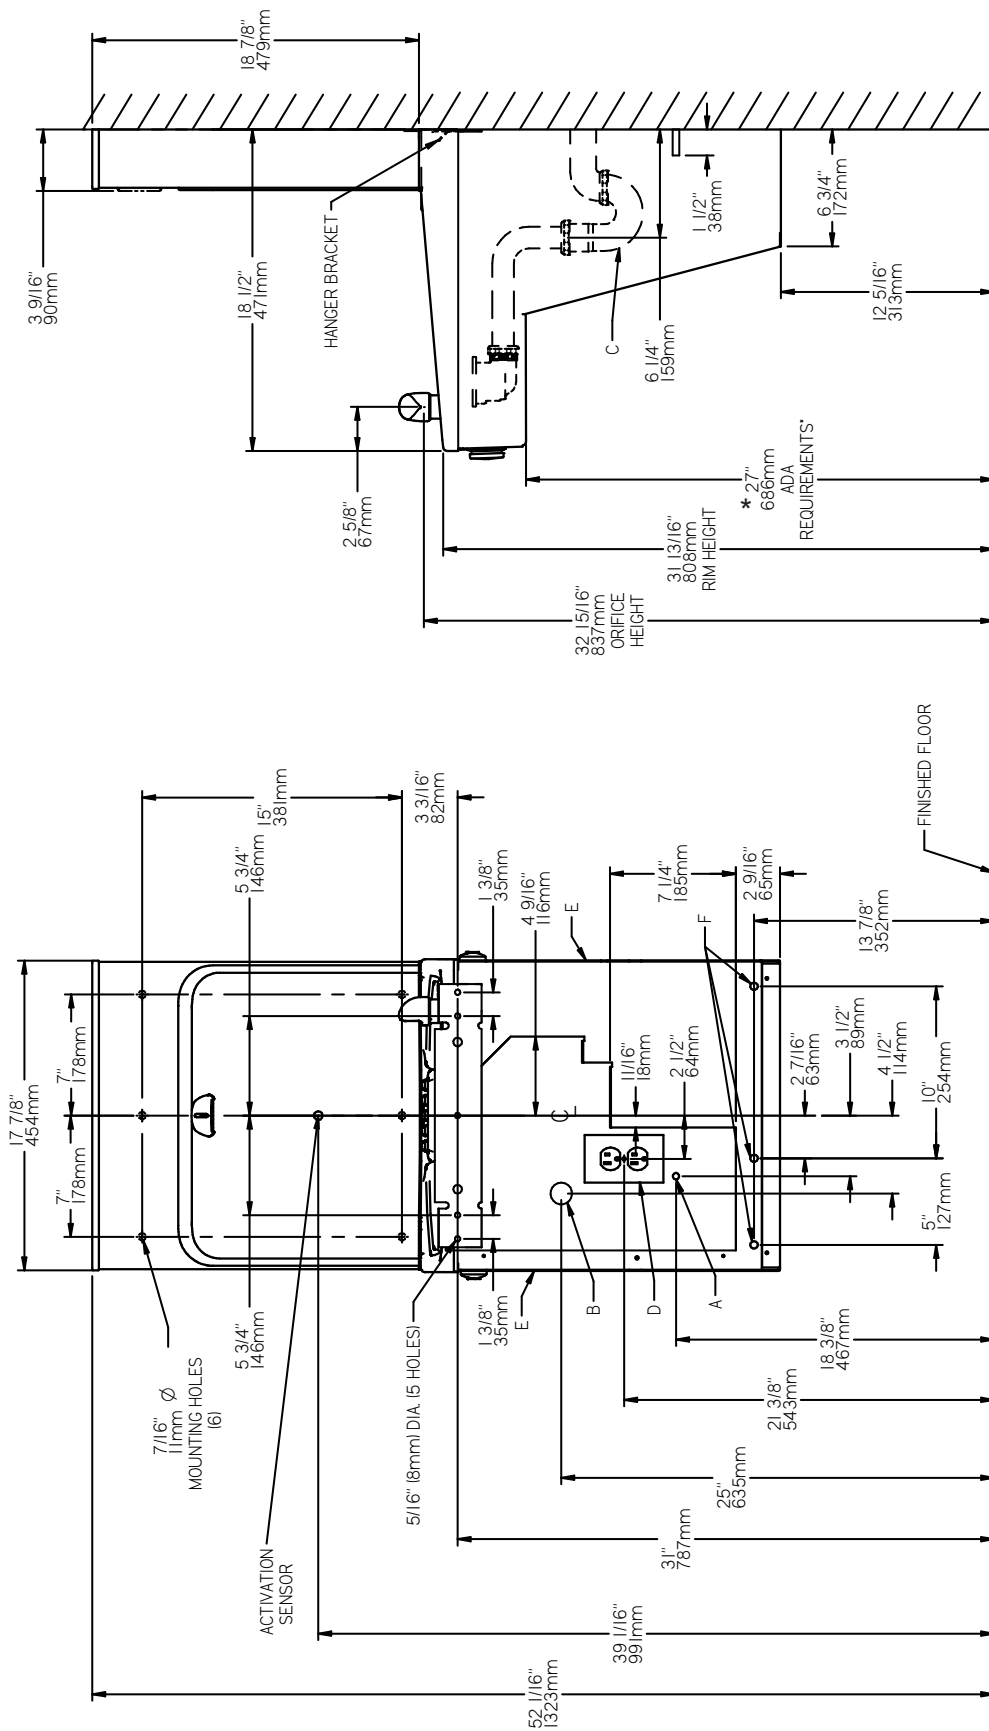

Fig. 2
- 1) Remove hanger bracket fastened to back of cooler by removing one (1) screw.
- 2) Mount the hanger bracket and trap as shown in Figure 2.
- Anchor hanger securely to wall using all five (5) 7/16" dia. mounting holes.
- 1) Quite el fijador de suspensión sujetados a la parte posterior del enfriador quitando un (1) tornillo.
- 2) Monte el fijador de suspensión y quite el purgador como se muestra en la Fig. 2.
- Ancle el suspensor de forma segura a la pared usando todos los cinco (5) agujeros de montaje de 7/16" de diámetro.
- 1) Retirez le support de suspension à l'arrière du refroidisseur en enlevant une (1) vis.
- 2) Installez le support et le siphon tel qu'indiqué à la fig. 2.
- Ancrez solidement le support au mur à l'aide des five (5) trous de fixation d'un diam. 7/16 po.